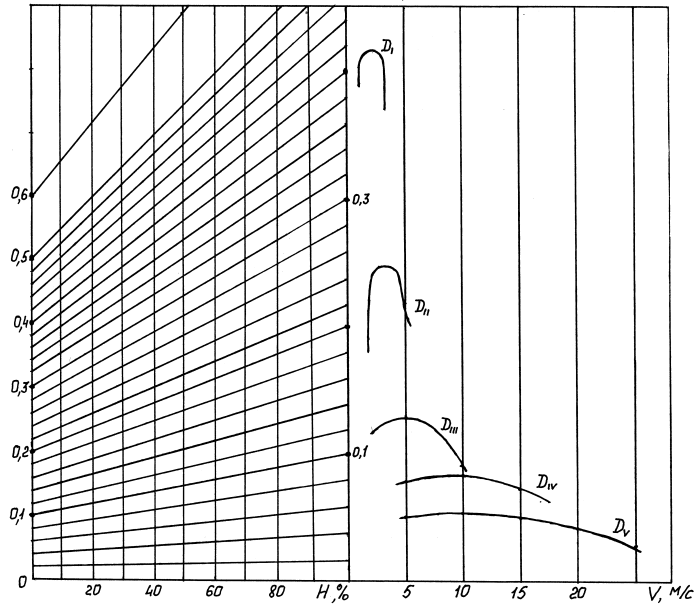

Рисунок 2. Динамическая характеристика с номограммой нагрузок
3. Грузовой автомобиль грузоподъемностью 5 т движется равномерно на 3-й передаче со скоростью 18 км/ч. Определить расход топлива автомобилем на 100 км пути, расход топлива в г на 1 т·км при загрузке автомобиля на 90% и 60% и сделать вывод, в каком случае автомобиль обладает лучшей топливной экономичностью. Полная масса автомобиля 9,8 т, коэффициент сопротивления воздуха  $0,7 \text{ Н·с}^2/\text{м}^4$ , ширина колеи 1,75, высота автомобиля 2,2 м. Удельный эффективный расход топлива в обоих случаях равен 320 г/(кВт·ч). КПД трансмиссии 0,84. При решении задачи использовать номограмму нагрузок (рис.2).